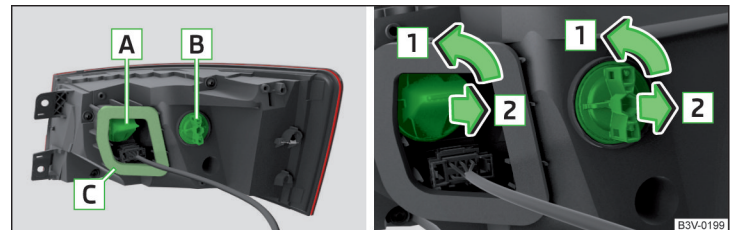

Abb. 266 Rückleuchte / Glühlampe wechseln
- Darauf achten, dass beim Einsetzen der Leuchte der Leitungsstrang zwischen der Karosserie und der Leuchte nicht eingeklemmt und die Dichtung **C** » Abb. 266 auf Seite 226 richtig eingesetzt wird - es besteht die Gefahr von Wassereintritt und von Beschädigung der Elektroinstallation.
- › Die Fassung mit der Glühlampe **A** bzw. **B** » Abb. 266 in Pfeilrichtung **1** drehen.